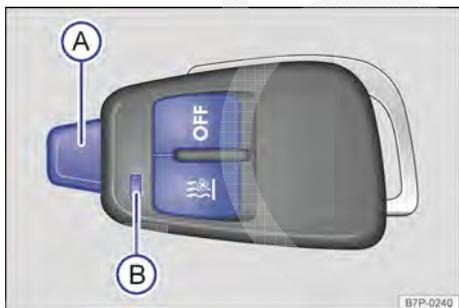

Fig. 131 Aquecimento estacionário: controle remoto.
- ◀ – **Ligar:** pressionar o botão → Fig. 131. Se a luz de controle se acender em verde durante alguns segundos e depois disso piscar durante 30 segundos, o aquecimento estacionário está ligado: